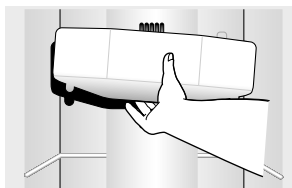

Figura 40
- Sujete la pantalla por la parte inferior y tire hacia afuera para retirarla. (Figura 40)